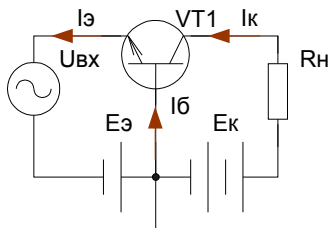

Рис. 64
1) **Схема включения с общей базой** (смотрите рисунок 64). Любая схема включения транзистора характеризуется двумя основными показателями: